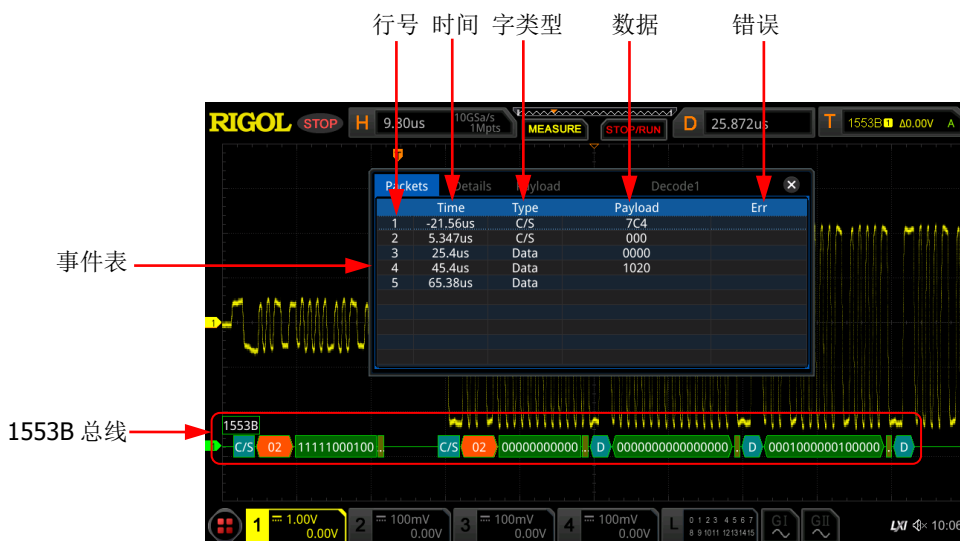

图 12-15 1553B 解码事件表
- 打开或关闭事件表：连续按 **事件表** 键，打开或关闭事件表显示。打开事件表，屏幕弹出如图 12-15 所示的事件表。您也可以使用触摸屏功能触摸事件表右上方的图标  关闭事件表功能。